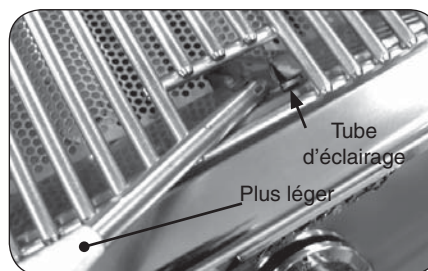

Fig. 12-2 - Éclairage manuel
2. Passez un allumeur brûlant de butane de long-baril ou une allumette brûlante de long-tige dans la grille à cuire s'ouvrant au dessus du tube d'éclairage. (Fig. 12-2). Pour des backburners, tenez la flamme contre le surface du backburner.
4. Si le brûleur ne s'allume pas, enfoncez immédiatement le bouton et tournez la valve à AU LOIN. ATTENDEZ CINQ (5) MINUTES avant de répéter les étapes 2 à 4 des instructions manuelles d'éclairage.